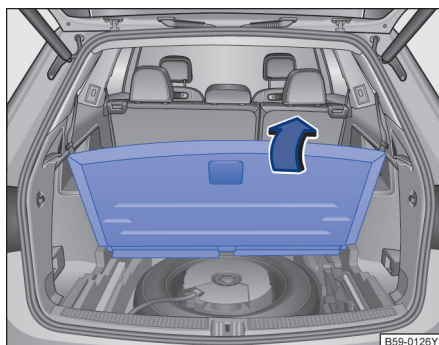

图 227 行李厢内：向上翻起可变行李厢地板
- 抓住行李厢地板内的凹槽→图 227，将行李厢地板向上翻。